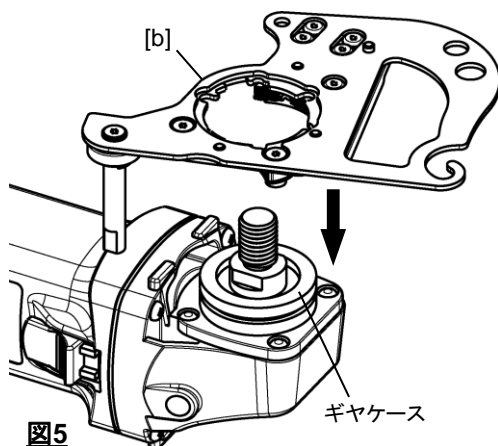

図5
3. [b] アダプタユニットを、グラインダのギヤケースの上に置いて下さい。(図5)